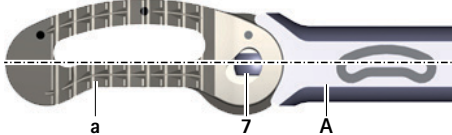

Fig. 8 Implant en position 0°
- Maintenir l'implant d'essai D en position 0° sur l'instrument d'insertion A, voir Fig. 8.
- ▶ Maintenir l'implant en position 0°, voir Fig. 8.